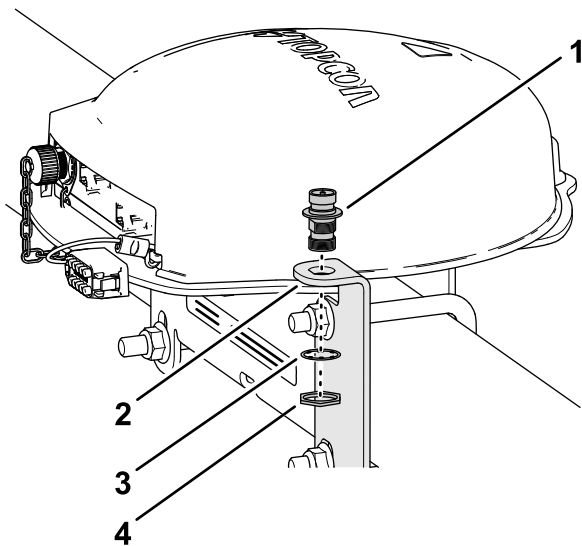

Figura 153
1. Allineate l'accoppiatore coassiale attraverso l'apertura nella staffa dell'antenna RTK con i filetti del diaframma dell'accoppiatore in basso (Figura 153).
controdado e serrate manualmente il controdado (Figura 153).